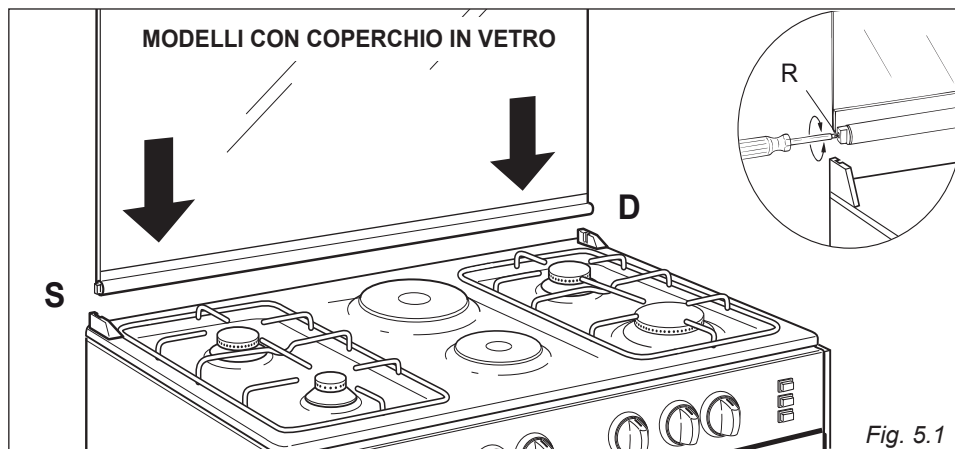

Fig. 5.1
- nella sede destra deve essere montata la cerniera con la stampigliatura **"D"** mentre nella sede sinistra la cerniera con la stampigliatura **"S"** (fig. 5.1).
Eventualmente registrare la taratura delle molle delle cerniere ruotando le viti **"R"** in senso orario (fig. 5.1).